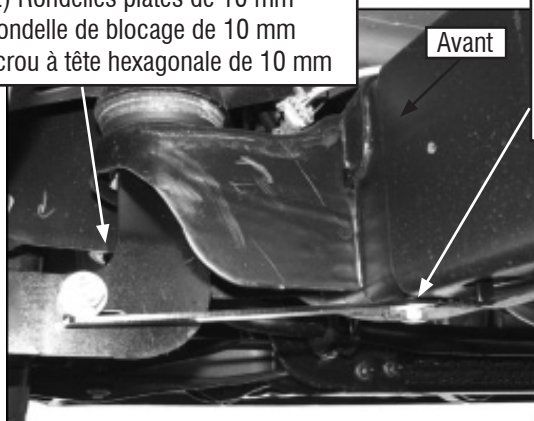
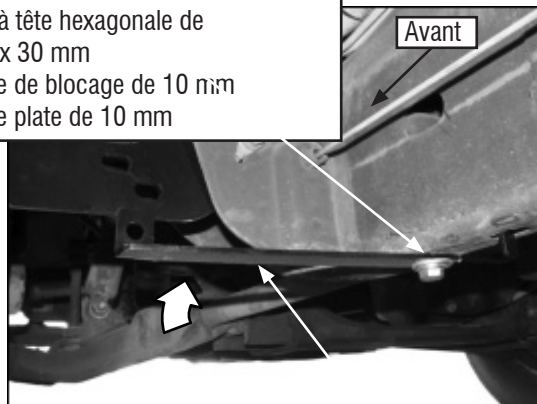

Figure 3
Figure 4
Fixez la barre de support avant côté conducteur à la plaque d'écrou avec (1) boulon à tête hexagonale de 10 mm x 30 mm, (1) rondelle de blocage de 10 mm et (1) rondelle plate de 10 mm (Figures 3 & 4). Ne pas serrer le matériel maintenant.
Fixez la partie courbée de la barre de support avant au trou extérieur du support de fixation avant avec (1) boulon à tête hexagonale de 10 mm x 30 mm, (2) rondelles plates de 10 mm, (1) rondelle de blocage de 10 mm et (1) écrou à tête hexagonale (Figure 3). Ne pas serrer maintenant.
Notez que la barre de support avant n'atteindra pas le support de fixation (Figures 3 & 4). Serrez la barre de support à la plaque d'écrou sur le châssis. Poussez avec soin vers le haut sur la barre de support jusqu'à ce qu'elle atteigne le trou interne du support de fixation (Figure 4). Boulonnez la barre de support au trou dans le support de fixation avec (1) boulon à tête hexagonale de 10 mm x 30 mm, (2) rondelles plates de 10 mm, (1) rondelle de blocage de 10 mm et (1) écrou à tête hexagonale. Ne pas serrer maintenant.